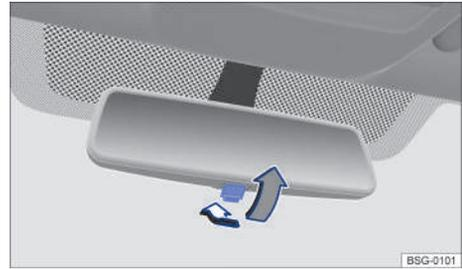

Fig. 81 En el parabrisas: retrovisor interior antideslumbrante manual.
- Para oscurecer el retrovisor, tire de la palanca hacia atrás → **fig. 81**.